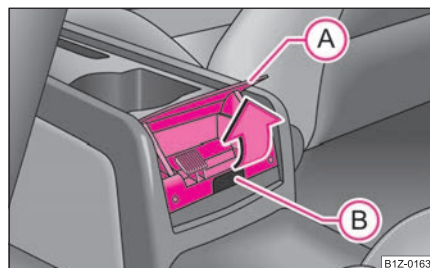

Fig. 95 Consola central
- Debe asir la tapa del cenicero por el borde inferior (A) y abrirla en el sentido de la flecha ⇒ fig. 95.